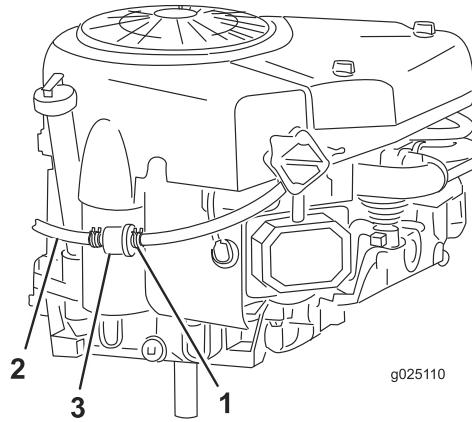

Figura 30
7. Premete le estremità della fascetta stringitubo e sfilatela dal tubo del carburante in direzione del serbatoio (Figura 30).
- 8. Staccate il tubo del carburante dal filtro (Figura 30) e spurgate il carburante in una tanica o in una bacinella di spурgo omologate.
- 10. Infilate la fascetta vicino al filtro del carburante, per fissare sia il tubo sia il filtro del carburante (Figura 30).
Il momento più opportuno per sostituire il filtro del carburante (Figura 30) è quando il serbatoio del carburante è vuoto. Non rimontate mai il filtro carburante sporco dopo averlo tolto dal tubo di alimentazione del carburante.